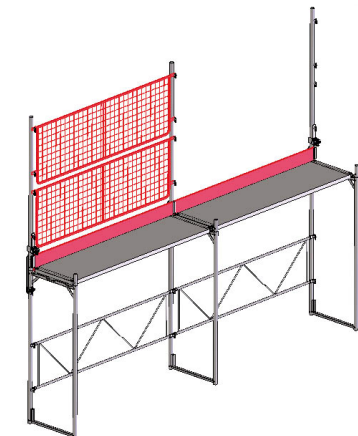

Abb. 9
5. Gehen Sie Feldweise so vor. (Abb. 9)